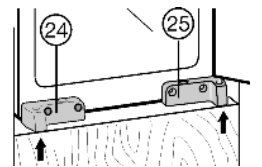

Fig. 12
- ▶ Ajustar o aparelho em profundidade: Ajustar a aresta frontal do apoio Fig. 12 (24), o apoio Fig. 12 (25) e o ângulo de fixação Fig. 12 (22) de forma a que fiquem alinhados com a aresta da base do armário e com a parede lateral do armário.